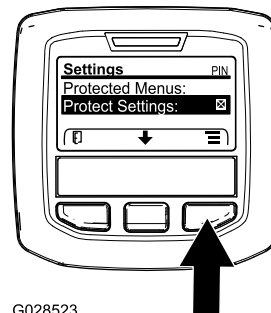

Figura 8
- Desde el menú PRINCIPAL, utilice el botón central para desplazarse hacia abajo hasta el menú CONFIGURACIÓN y pulse el botón derecho (Figura 8).